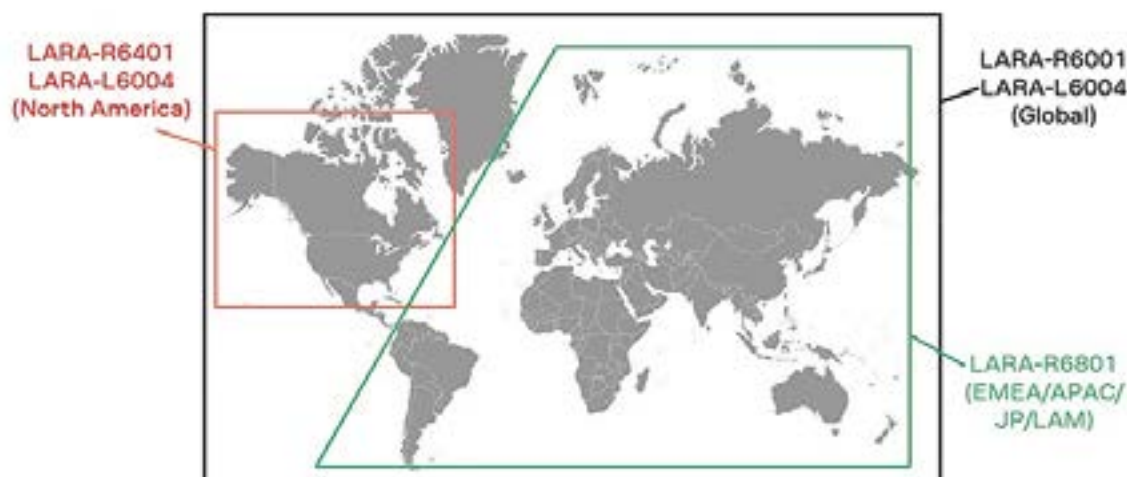

Figura 1. Tres variantes regionales de los módulos LARA-R6 cubren el globo. (Imagen: DigiKey, modificada por el autor).
y Oriente Medio (EMEA), Asia Pacífico (APAC), Japón (JP) y Latinoamérica (LATAM) (Figura 1).